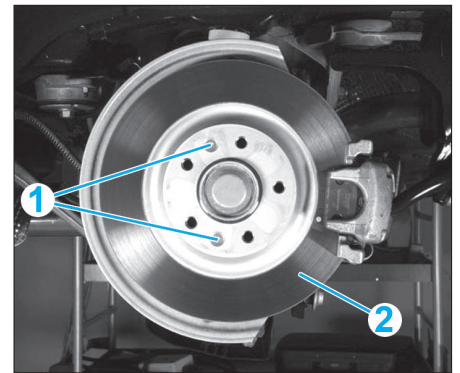

Fig. 30
- les vis (1) (Fig.30),
- le disque de frein (2).